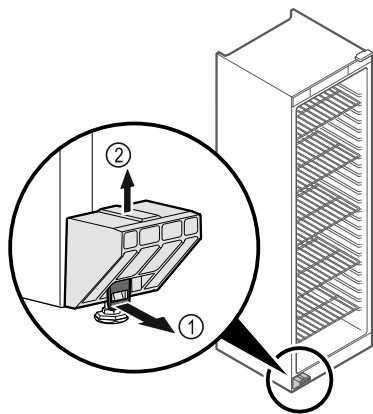

Fig. 4
- ▶ Vytáhněte sponu Fig. 4 (1) směrem dopředu.
- ▶ Vytáhněte transportní pojistku Fig. 4 (2) směrem nahoru.